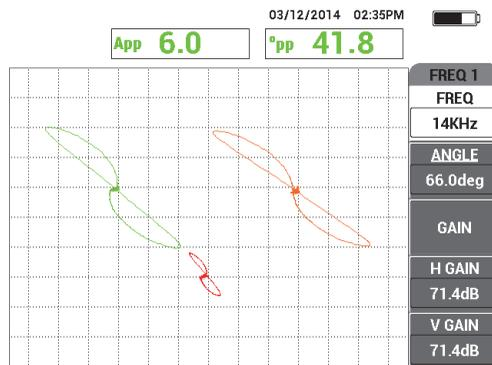

図 5-144 スルーウォールホールのスキャン
16. スルーウォールホールの横にプローブを置き、バランスフットスイッチを押し、引くような動きでホールをスキャンします（230 ページの図 5-144 を参照）。